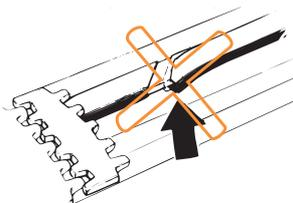

Рис. 2 Деформированные соединения
- Проверьте, не деформированы ли соединения (рис. 2).